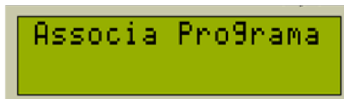

Figura 8.19: Associa Programa.
Pressionando (OK) é disponibilizada a seleção do usuário, com as teclas + e - podem-se selecionar os usuários de 1 a 15. A Figura 8.19 ilustra o usuário 01.